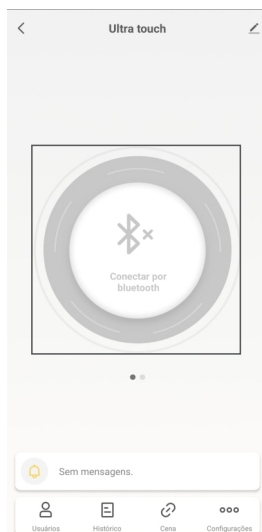
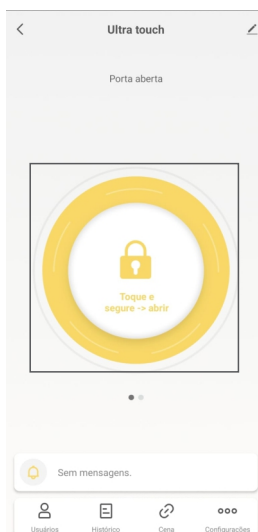

Figura 11
Figura 12
Na tela inicial do aplicativo, você verá a opção **"Conectar por Bluetooth"** (figura 11). Clique sobre esse texto e aguarde até que ele seja alterado para o símbolo de um cadeado amarelo com a descrição **"Toque e segure -> abrir"** (figura 12).
1. Na tela inicial do aplicativo, você verá a opção **"Bluetooth indisponível"** (figura 11).
2. Clique sobre esse texto e aguarde até que ele seja alterado para o símbolo de um cadeado verde com a descrição **"Pressione e segure -> abrir"** (figura 12).
3. Pressione e segure sobre a opção **"Pressione e segura -> abrir"** (figura 12) e aguarde até que o cadeado fique aberto e na cor laranja.